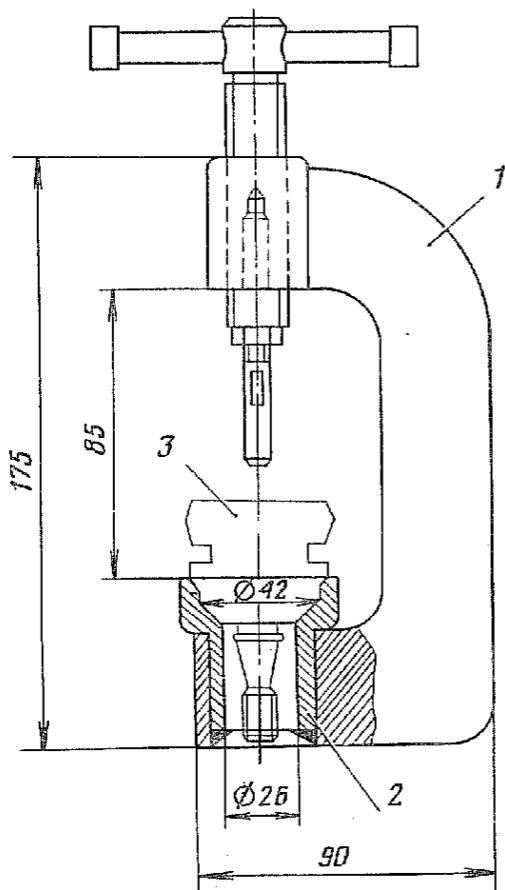

Рис. 185. Приспособление для разборки и сборки шаровых шарниров:
1.3. Установить шаровой шарнир в приспособление, снять упорное кольцо 7. Снять шаровой шарнир с приспособления (приспособление, рис. 185; отвертка 150×0,5).
3.4. Установить наконечник в сборе в приспособление, сжать опорную шайбу и установить упорное кольцо. Снять наконечник в сборе с приспособления (приспособление, рис. 185; отвертка 150×0,5).